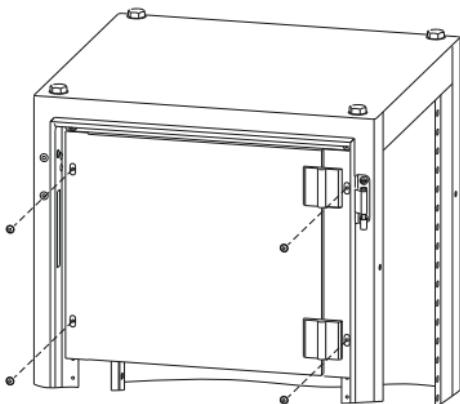

Рисунок 26
18.2 Приложите панель оперативную поворотную к вертикальным уголкам рамы под панели ЛГ/ЛМА на нужной высоте и закрепите четырьмя винтами M6×8 (рисунок 26).